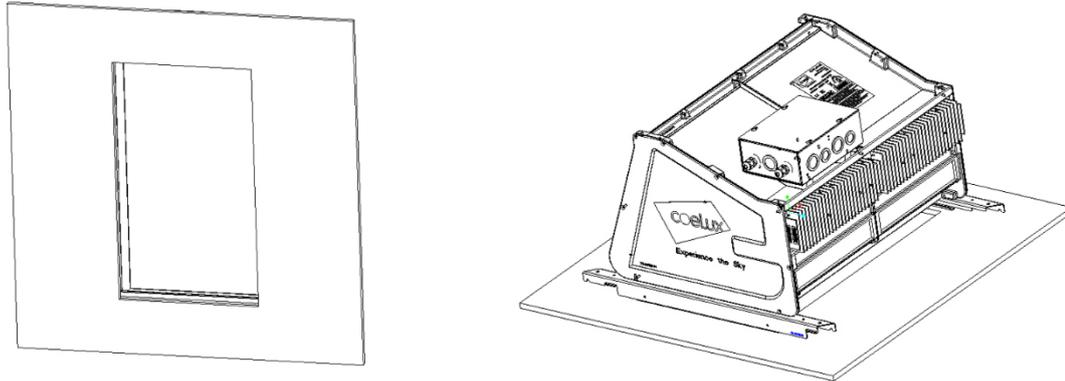

Fig. 13 *Fixation au faux plafond type plaques en plâtre: passage B.*
- B. Créer une trappe d'accès (dimension conseillée 800x800 mm) avec une fenêtre de 552x322 mm (563x333 mm pour le *louvre IBLA*), épaisseur 13mm, et la fixer aux barres de soutien (Figure 13).